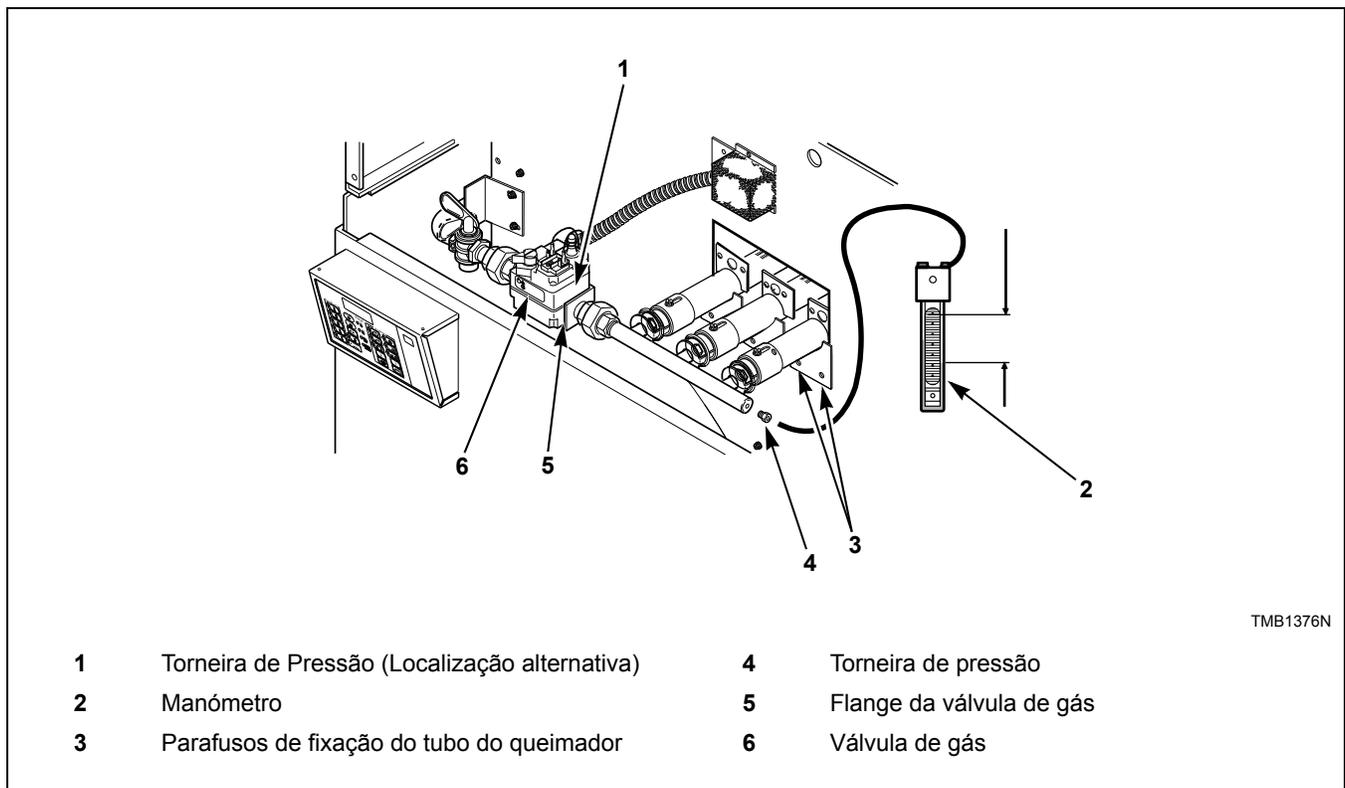

Figura 3
1. Verifique a pressão do orifício do queimador de gás (colector) do modo seguinte. Consulte *Figura 3*.
Uma máquina de secar é ventilada quanto a ar forçado e requer provisões para o ar renovado substituir o ar ventilado pela máquina de secar. Consulte *Figura 3*.